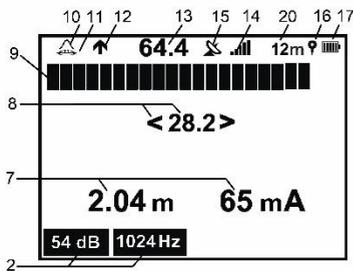

Abb. 18 Anzeige im Modus "Spur"
- TRACE - um das Versorgungsunternehmen zu lokalisieren und seine Tiefe und die durch es fließende Betriebsfrequenz zu ermitteln. Die Anzeige dieses Modus ist in Bild 18 dargestellt.
"Symbol" (Pos. 11 in Abb. 18) angezeigt wird, erscheint ein gelber Streifen unter der Peakskala, um das Ausdehnungsbalkendiagramm relativ zur normalen (nicht ausgedehnten) Skala anzuzeigen.
Die Methode der Stromrichtung kann verwendet werden, um die Ziellinie in den Gebieten mit hoher Konzentration von Versorgungseinrichtungen zu lokalisieren. Wählen Sie den Modus des Doppelfrequenzsignals von "1024 Hz" am Sender und stellen Sie die Betriebsfrequenz des Empfängers auf "1024 Hz" ein. Wenn die Stärke des Doppelfrequenzsignals ausreichend ist, wird die Anzeige der Stromrichtung (Abb. 18, Pos. 12) automatisch aktiviert.